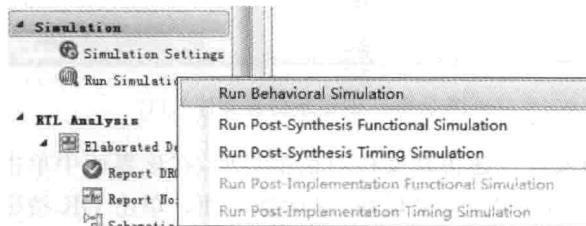

图 5.87 启动行为仿真入口
(28) 如图 5.87 所示,在 Vivado 主界面左侧的 Flow Navigator 窗口下,选择并展开 Simulation。在展开项中,找到并选择 Run Simulation 选项。出现浮动菜单,在浮动菜单中选择 Run Behavioral Simulation(运行行为仿真)选项。Vivado 开始运行对 gate 的行为仿真过程。